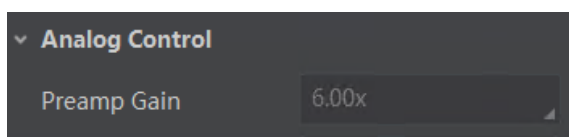

图7-24 模拟增益设置
- *Preamp Gain*：通过 *Analog Control* 属性下的 *Preamp Gain* 参数进行设置，可查看当前相机支持的模拟增益大小，如图 7-24 所示。